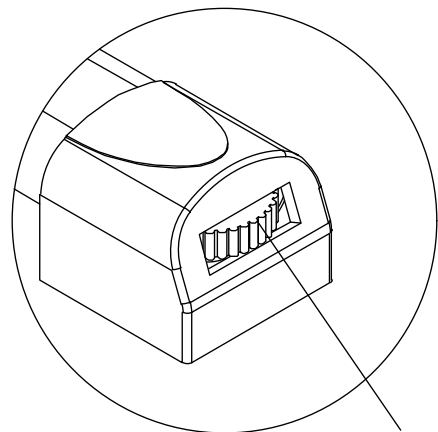

Abbildung 13
13. Wenn das gesamte Fahrzeug nach der Montage nicht stabil ist, können Sie die Räder von Hand drehen, um kleinere Anpassungen vorzunehmen. Wie in Abbildung 13 dargestellt: